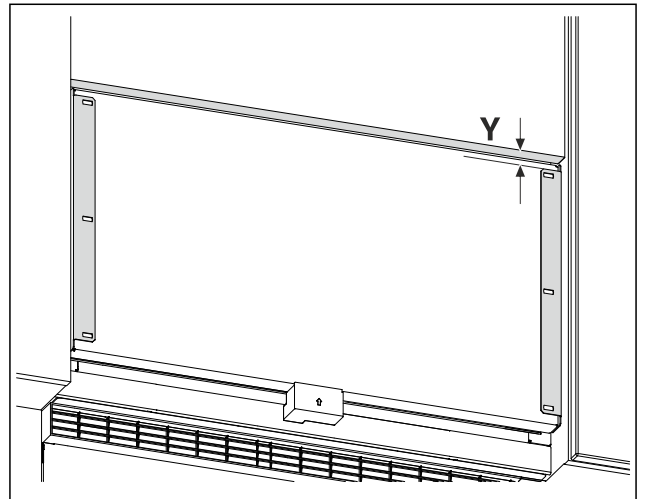

Fig. 24 Beispielhafte Darstellung
- Abstand Fig. 24 (Y) von Unterkante Möbeltür zum Halte- winkel messen.